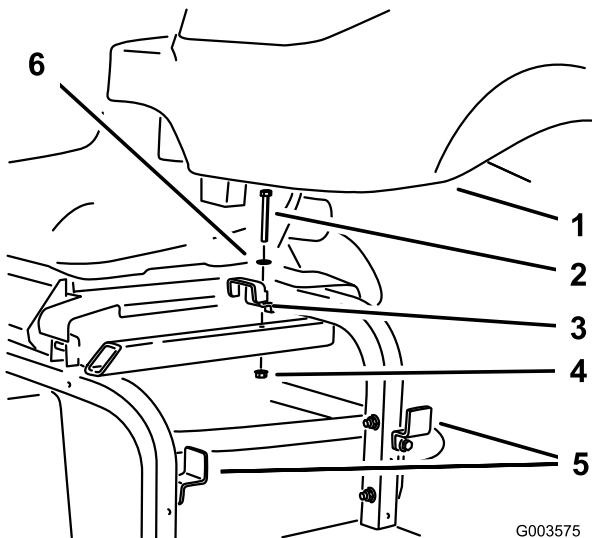

Figura 7
7. Retire el soporte superior del depósito hidráulico del bastidor de la máquina y afloje los dos soportes del lateral del bastidor (Figura 7). Retire y guarde el depósito, pero deseche el soporte superior, el perno, la arandela y la tuerca.